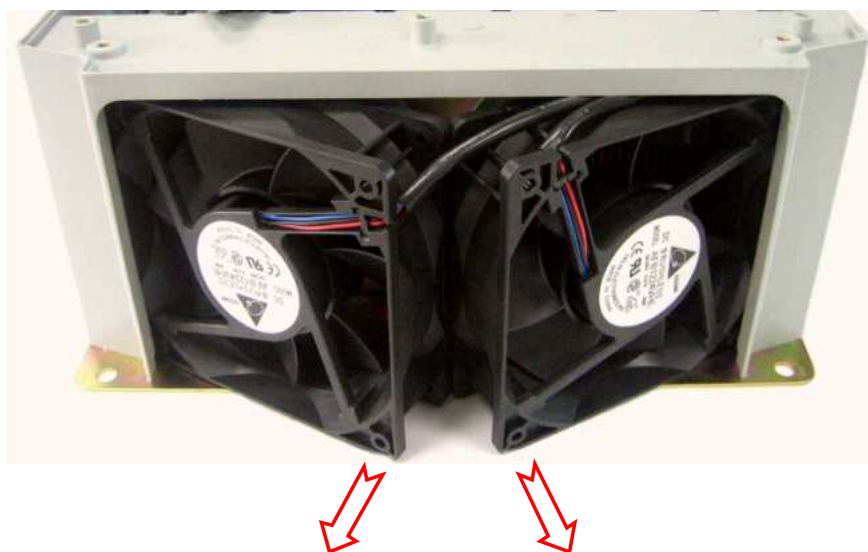

Рис. 6.11
6.8.3. Достать из корпуса вентиляторы, потянув за внутренние боковины, как показано на рис. 6.11. Вытянуть из отверстия корпуса провода вентиляторов. Положить вентиляторы в тару.